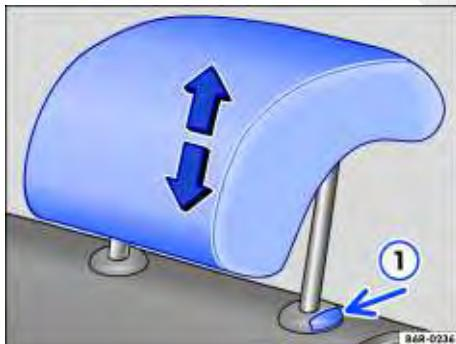

Fig. 33 Ajustar o apoio para cabeça traseiro.
- Empurrar o apoio para cabeça para cima no sentido da seta ou, com o botão ⇒ Fig. 33 ① pressionado, empurrar para baixo ⇒ ▲.